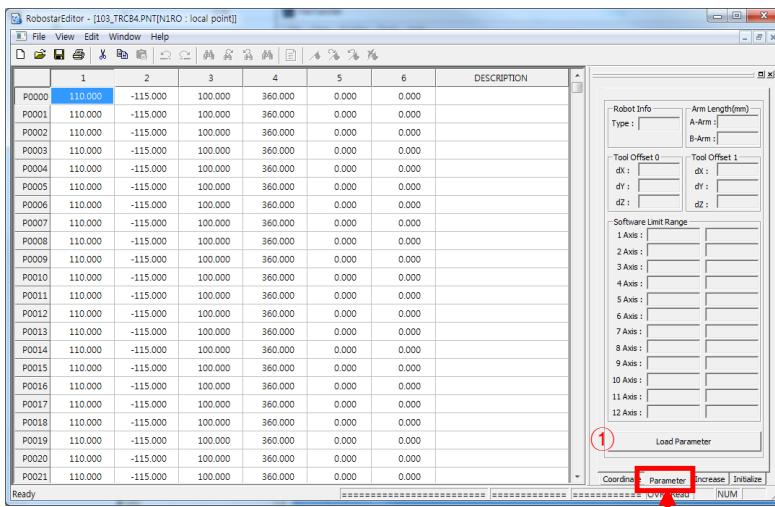

Figure 3-11
아래 (Figure 3-11)은 Point Editor에서 XY좌표 변환식인 Point Coordinate 기능을 사용할 경우 필요한 PARAMETER 정보를 LOAD 할 수 있는 Tab입니다.
위의 (Figure 3-11)과 같이 ① “LOAD PARAMETER”를 선택 후 아래 (그림 3-12)처럼 좌표 변환에 사용되는 제어기내 Local Parameter 파일을 Open 합니다.